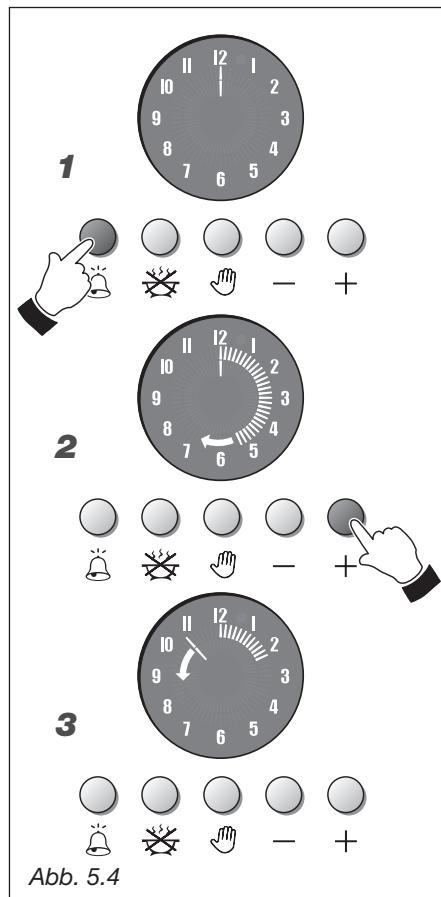

Abb. 5.4
ZÄHLER (Abb. 5.4)
1. Abb. 5.4 - Um die Uhrzeit einzustellen, die Taste  drücken.
2. Abb. 5.4 - Innerhalb von 7 Sekunden die Taste  drücken, bis die äußeren Segmente aufleuchten, die der gewünschten Uhrzeit entsprechen (jedes Segment entspricht 1 Minute). Wenn die Uhrzeit versehentlich zu lang eingestellt wird, mit der Taste  korrigieren.
3. Abb. 5.4 - Der Zählvorgang startet unmittelbar danach und wird durch einen Leuchtzeiger gemeldet, der gegen den Uhrzeigersinn dreht. Nach jeder Umdrehung des Zeigers (1 Minute) geht ein Leuchtsegment aus.